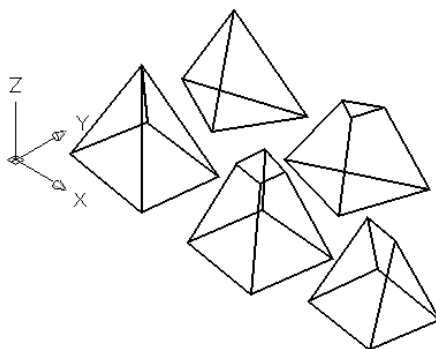

Рис. 11.6. Примеры полигональных поверхностей из пирамид
- Результат представлен на рис. 11.6.